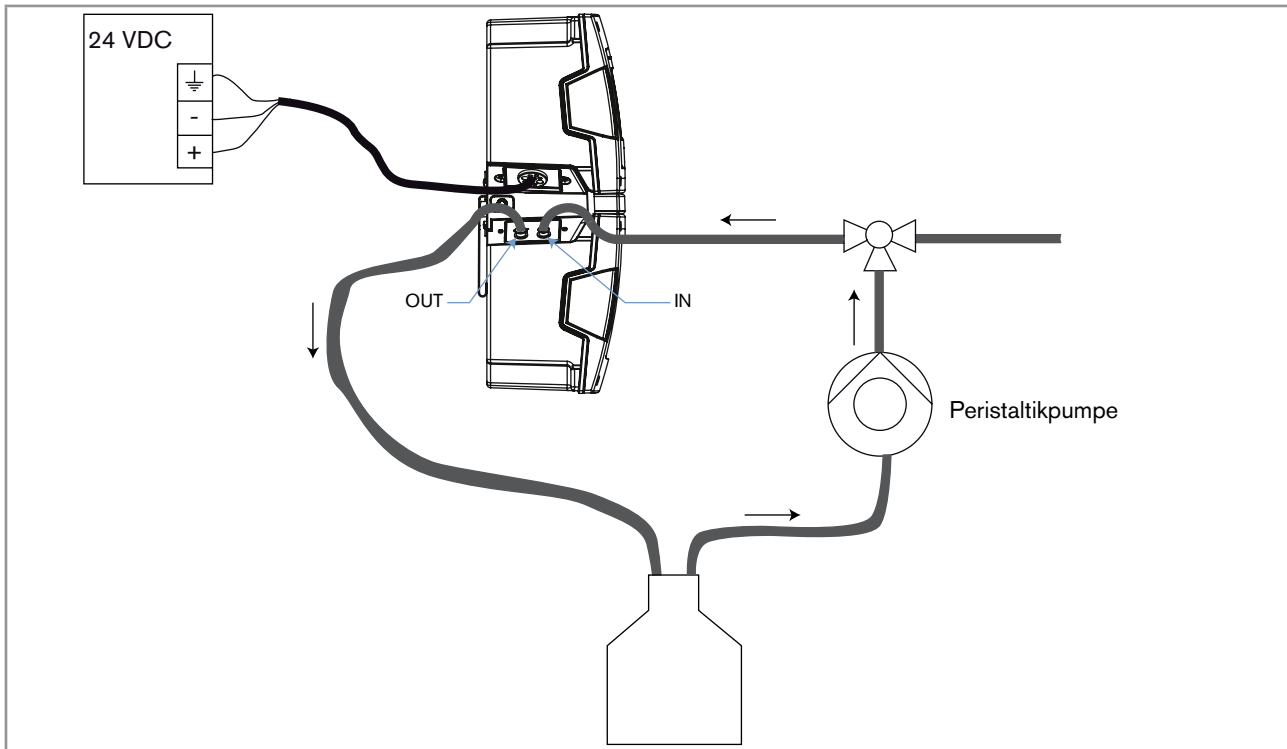

Abb. 3: Aufbau für die Kalibrierung des Produkts in einem System Typ 8905
1. Eine Peristaltikpumpe an den Wasserprobeneinlasskreis des Systems anschließen, wie in Abb. 3 gezeigt. Wenn die fluidischen Anschlüsse nicht korrekt vorgenommen sind, können Produkt und System beschädigt werden, weil der Druck in Produkt und System zu hoch ist.